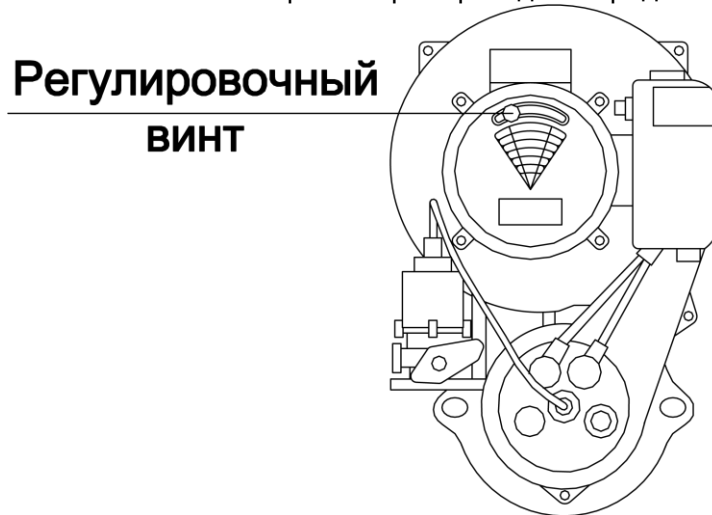

Рис. 36.
1.2. Регулировка подачи воздуха в камеру сгорания котла выполняется воздушной заслонкой (см. рис. 36.). При выполнении регулировки воздушной заслонкой критерием настройки является цветность пламени, при этом: